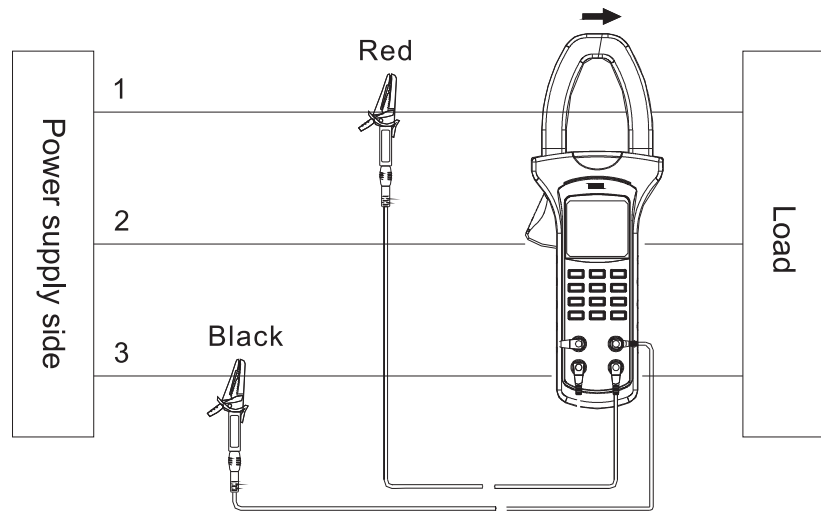

图6 单相两线制功率测量
单相两线测量时（如图6）选择三个相位所对应的V1, V2, V3 端之一和COM端两根测试笔分别接到被测线路的火线和零线上
- 3) 三相四线制，三相三线制或单相两线制接法参照如UT240说明书图4、图5和图6所示。